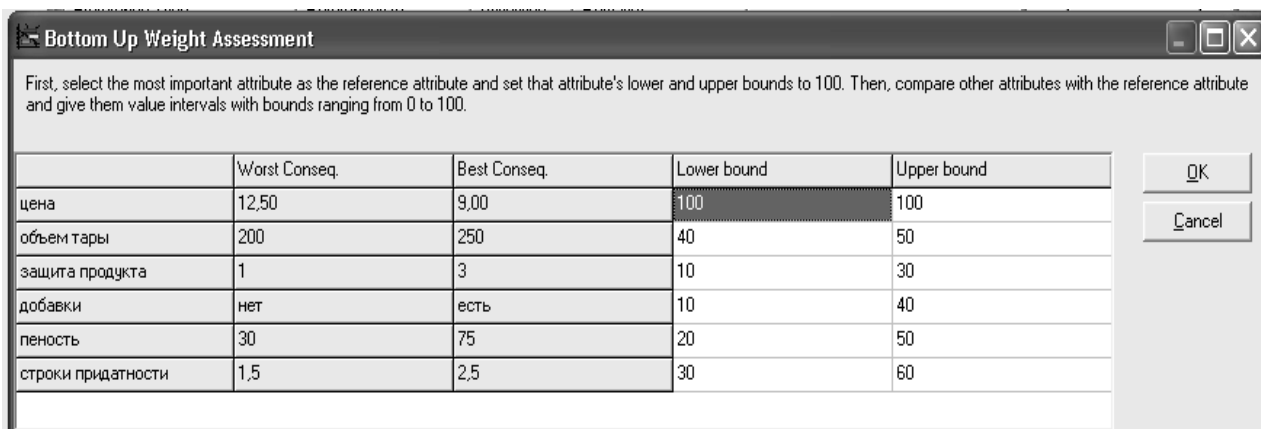

Рис. 7 Ранжування критеріїв
6. При подвійному клацанні мишкою на Weight Assessment вікна Preference Information з'являється вікно (рис. 7). Виконуємо ранжування (у відсотках) між вибраними критеріями, надаючи значущому значення (в нашому випадку це ціна) 100.